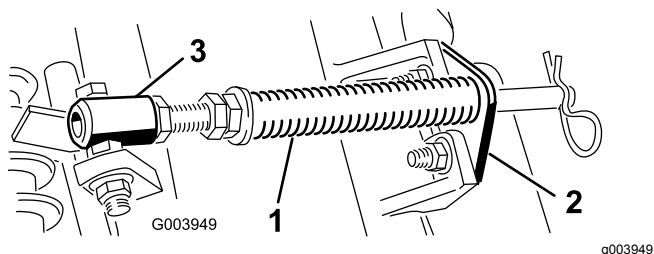

Figura 10
- A. Retire os 2 parafusos de carroçaria e porcas que prendem o suporte da barra aos separadores da unidade de corte (Figura 10).
separador da estrutura de suporte (Figura 10).